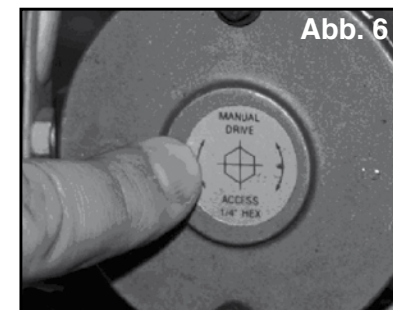

Abb. 6
- Enlever l'autocollant de protection (voir figure 6).